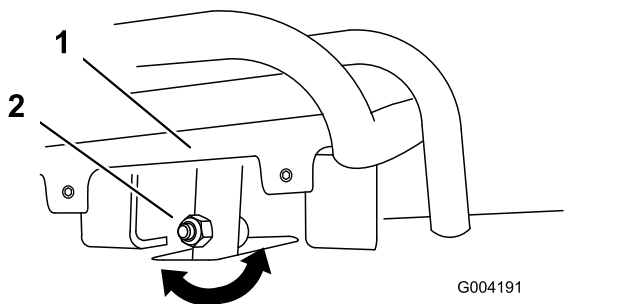
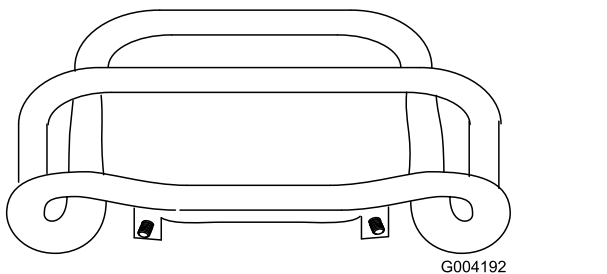

Figura 54
Figura 55
4. Se a parte da frente do controlo não ficar alinhada com a barra de referência, desaperte a porca e o parafuso na haste do controlo de tração (Figura 54).
5. Ajuste o controlo de tração de modo a que fique alinhado com a barra de referência quando é puxado a direito para trás (Figura 54 e Figura 55).
- Desaperte a porca flangeada e o parafuso na haste do controlo de tração (Figura 54).
- Ajuste o controlo de tração de modo a que fique alinhado com a barra de referência quando é puxado a direito para trás (Figura 54 e Figura 55).